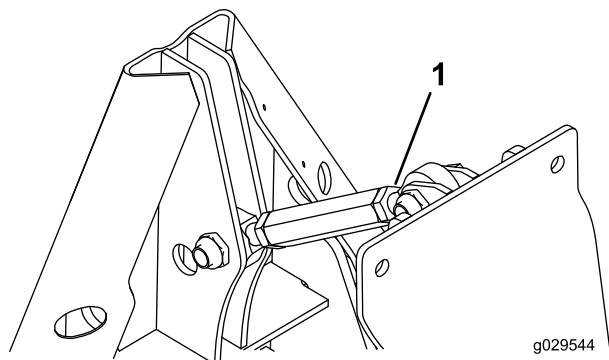

Figura 34
1. Afloje las contratuercas del acoplamiento roscado (Figura 34).
2. Gire el tubo hexagonal hasta obtener el ángulo deseado (Figura 34).
3. Apriete la contratuerca para afianzar el ajuste (Figura 34).